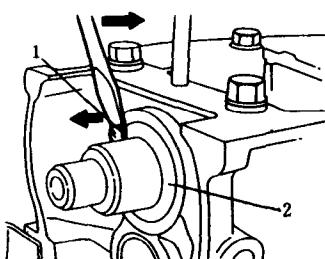

图 1-10 拆凸轮轴前油封
④拆下凸轮轴前油封。用冲子在凸轮轴前油封上打一眼,拧入自攻螺钉,然后用螺丝刀撬出油封(图 1-10)。